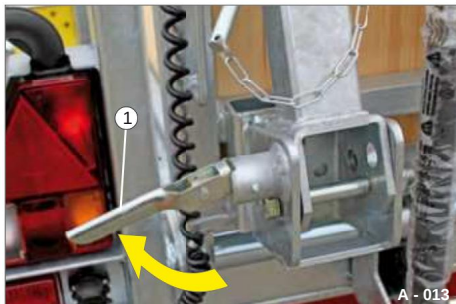

Fig. 3 Apertura del supporto pieghevole
• Tirare il fermo a molla (Fig. 3/1).